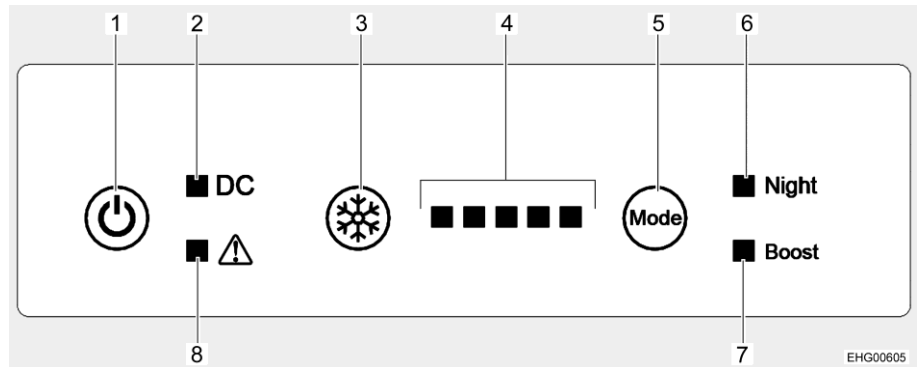

Bild 110 Reglage, knappar (kylskåp)
Slå på: ■ Tryck på På/Av-knappen (Bild 110,1) i en sekund. Summertonen hörs, alla kontrollampor tänds (ljusstest) och släcks efter ca 10 sekunder. Endast driftkontrollampan (Bild 110,2) förblir tänd och indikerar att kylskåpet fungerar. Kompressorn startar efter en kort fördröjning.
■ Håll på/av-knappen (Bild 110,1) intryckt i 10 sekunder. Summertonen hörs och alla kontrollampor släcks.
- Tryck på knappen för kylsteg (Bild 110,3) upprepade gånger tills önskat kylsteg visas. Ju fler kontrollampor (Bild 110,4) som tänds, desto högre kyleffekt (och även energiförbrukning).
Slå på nattläge: ■ Tryck på driftlägesknappen (Bild 110,5) upprepade gånger tills kontrollampan för nattläge (Bild 110,6) lyser. Kylskåpet fungerar nu i nattläge.
Stäng av nattläge: ■ Tryck på driftlägesknappen (Bild 110,5) upprepade gånger tills kontrollampan för nattläge (Bild 110,6) slocknar. Kylskåpet arbetar på nytt i normaldrift.
Slå på boostläge: ■ Tryck på driftlägesknappen (Bild 110,5) upprepade gånger tills kontrollampan för boostläge (Bild 110,7) lyser. Kylskåpet fungerar nu i boostläge.
Stäng av boostläge: ■ Tryck på driftlägesknappen (Bild 110,5) upprepade gånger tills kontrollampan för boostläge (Bild 110,7) slocknar. Kylskåpet arbetar på nytt i normaldrift.